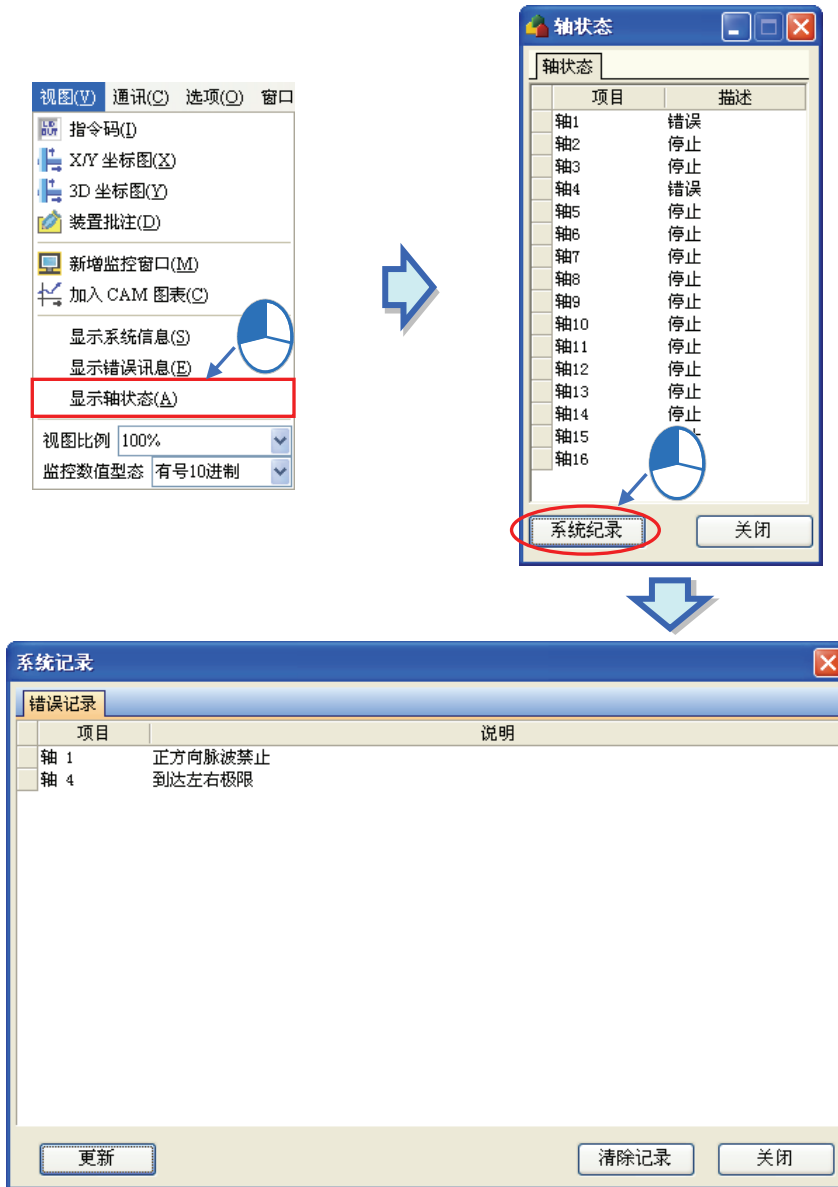

图 13-40 轴状态
当 PMSoft 进入监控模式时，点选 **视图 (V)** > **显示轴状态 (A)**，可以视图目前各轴的状态，若发现轴状态为错误时，可以点选「系统记录」按钮确认轴的详细错误记录，如图 13-40。